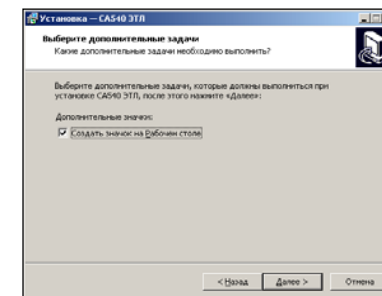

Рисунок 8.4
4) На экране появится окно (рисунок 8.4). Сделать установку, как показано на рисунке, либо отказаться от создания значка на Рабочем столе, затем щелкнуть по кнопке `Далее`.